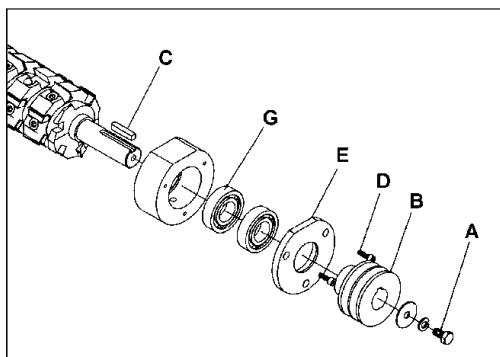

Рис. 27
7. Ослабьте стопорный винт (Рис. 27, А), снимите шкив (Рис. 27, В) и шпонку (Рис. 27, С).
8. Открутите винты (Рис. 27, D) с обеих сторон и снимите крышки подшипников (Рис. 27, Е).
ВАЖНО: Если подшипники (Рис. 27, Г) необходимо заменить, компания Powermatic настоятельно рекомендует воспользоваться услугами квалифицированного специалиста по ремонту. Подшипники установлены с запрессовкой и должны быть извлечены с помощью съемника.